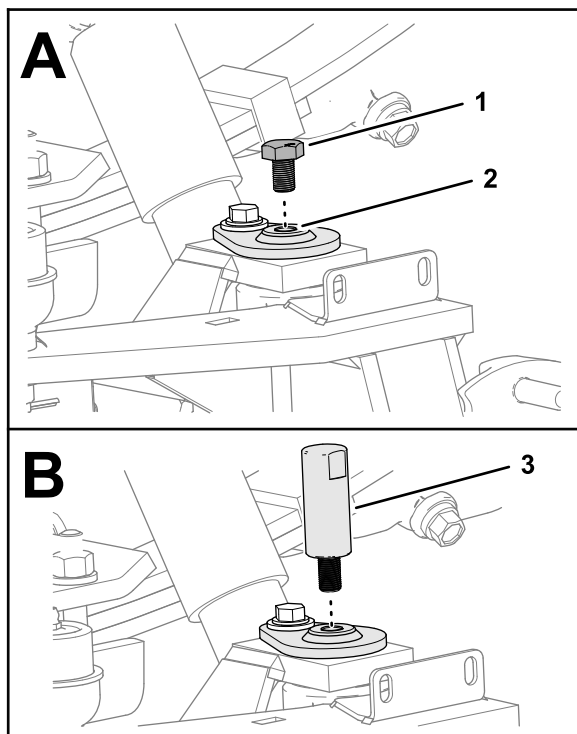

Figura 6
1. Retire el tornillo del extremo del pivote de dirección (Figura 6).
2. Enrosque la herramienta de alineación en la parte superior del pivote de dirección (Figura 6).